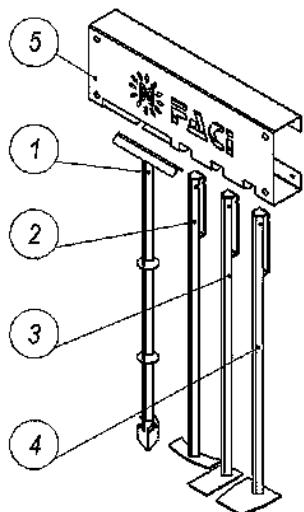

Рис. 9
- е) Дымовой аспиратор (дымосос). (Рис.9).